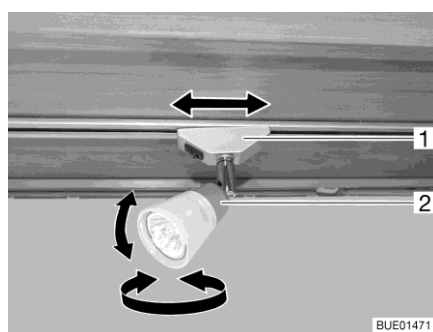

Fig. 27 Spot
- Tourner le boîtier (Fig. 27,2) du spot dans le sens désiré.
- Tourner le support (Fig. 27,1) d'environ 45°.
- Tourner le support (Fig. 27,1) de 90°.